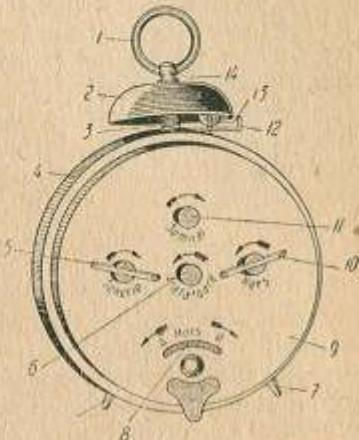

Fig. 36. Vedere de deșteptătorului din partea capacului:
1. Cheile 5 și 10 de întoarcere a mecanismului de mers și de sonerie, precum și butonul pentru mutarea arătătorului de sonerie se desurubează în sensurile invers decât acele indicate prin săgețile de pe capacul cutiei (fig. 36).